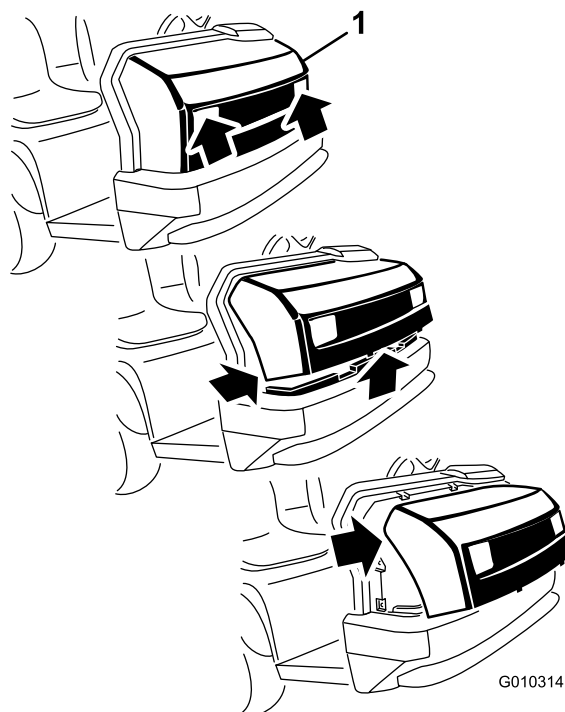

Figura 1
1. Sujete el capó por los orificios de los faros y levántelo para poder liberar las pestañas de montaje inferiores de las ranuras del parachoques (Figura 1).
2. Gire hacia arriba la parte inferior del capó hasta que pueda retirar las pestañas de montaje superiores de las ranuras del bastidor (Figura 1).
3. Gire hacia adelante la parte superior del capó y desenchufe los conectores de cable de los faros (Figura 1).